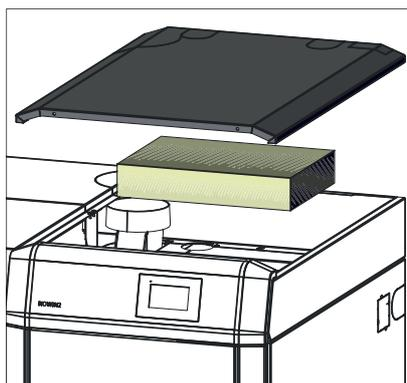

Fig. 46 Soulever le couvercle du revêtement et retirer l'isolation
- ▶ Retirer le couvercle du revêtement et enlever l'isolation au-dessus du couvercle des surfaces d'échange – Fig. 46.